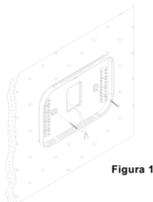

Figura 1
5. Monte la base en la pared utilizando los dos tornillos auto roscables #6 x 13 mm (1/2") suministrados - Veá Figura 1.